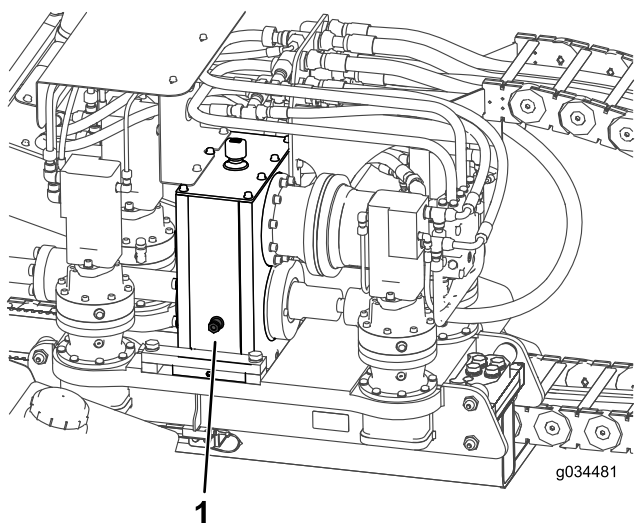

Figura 106
2. Verifique o nível de óleo pelo visor de nível do comando planetário de cada um dos motores de avanço (Figura 106).
3. Remova a tampa do respiro e adicione o óleo no comando planetário até o nível atingir, pelo menos, metade do visor de nível (Figura 106).
2. Verifique o nível de óleo pelo visor de nível na caixa de transmissão (Figura 106).
3. Remova a tampa do respiro e adicione o óleo na caixa de transmissão até o nível cobrir pelo menos metade do visor de nível (Figura 106).
8. Adicione óleo na caixa de transmissão até ultrapassar a metade do visor de nível (Figura 106).